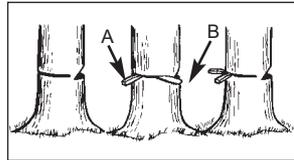

рис. 10C
1. Используйте деревянные или пластмассовые клинья (G) для предотвращения изгиба шины и цепи (H) в пропиле. Клинья также контролируют падение дерева (рис. 10C).